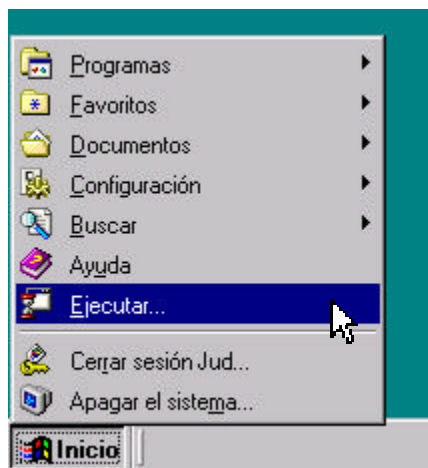

Figura 3.3. Menú Inicio.
2. Del menú desplegable, seleccione **Ejecutar (Run)**, como se ve en la figura 3.3.